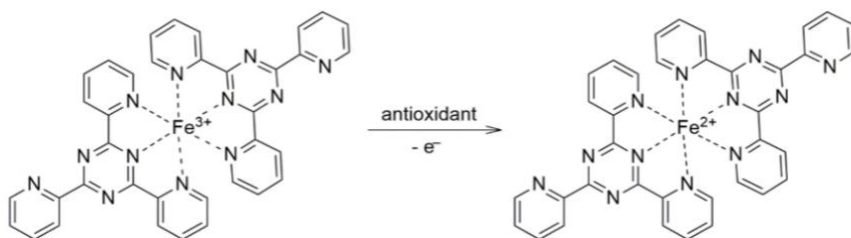

Figura 1. Reducción del complejo Fe^{3+} -TPTZ (Incoloro) a Fe^{2+} -TPTZ (azul)
El ensayo poder antioxidante reductor del ion férrico (FRAP) se basa en la reducción del complejo incoloro Fe^{3+} -TPTZ al complejo Fe^{2+} -TPTZ de color azul, en medio ácido (figura 1) (1). Por lo tanto, las moléculas evaluadas serán capaces de reducir al ion férrico (Fe^{3+}) a ferroso (Fe^{2+})(2).